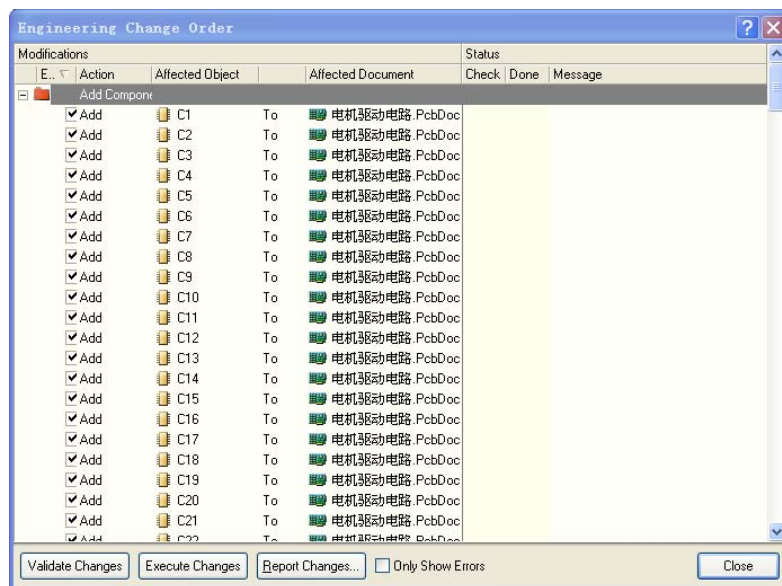

图11-34 数据转移对话框
(6)执行“Design”菜单下的“Update PCB Document 电机驱动电路.PcbDoc”命令。出现如图11-34所示的“Engineering Change Order”对话框。